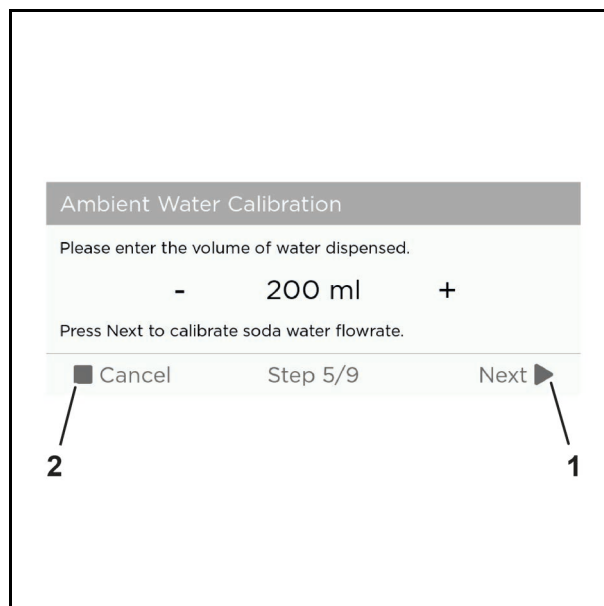

Abb. 68 Beispielgrafik
12. Tippen Sie auf die Schaltfläche "Next" (Abb. 68/1), um mit der Kalibrierung fortzufahren oder "Cancel" (Abb. 68/2), um die Kalibrierung abbrechen.